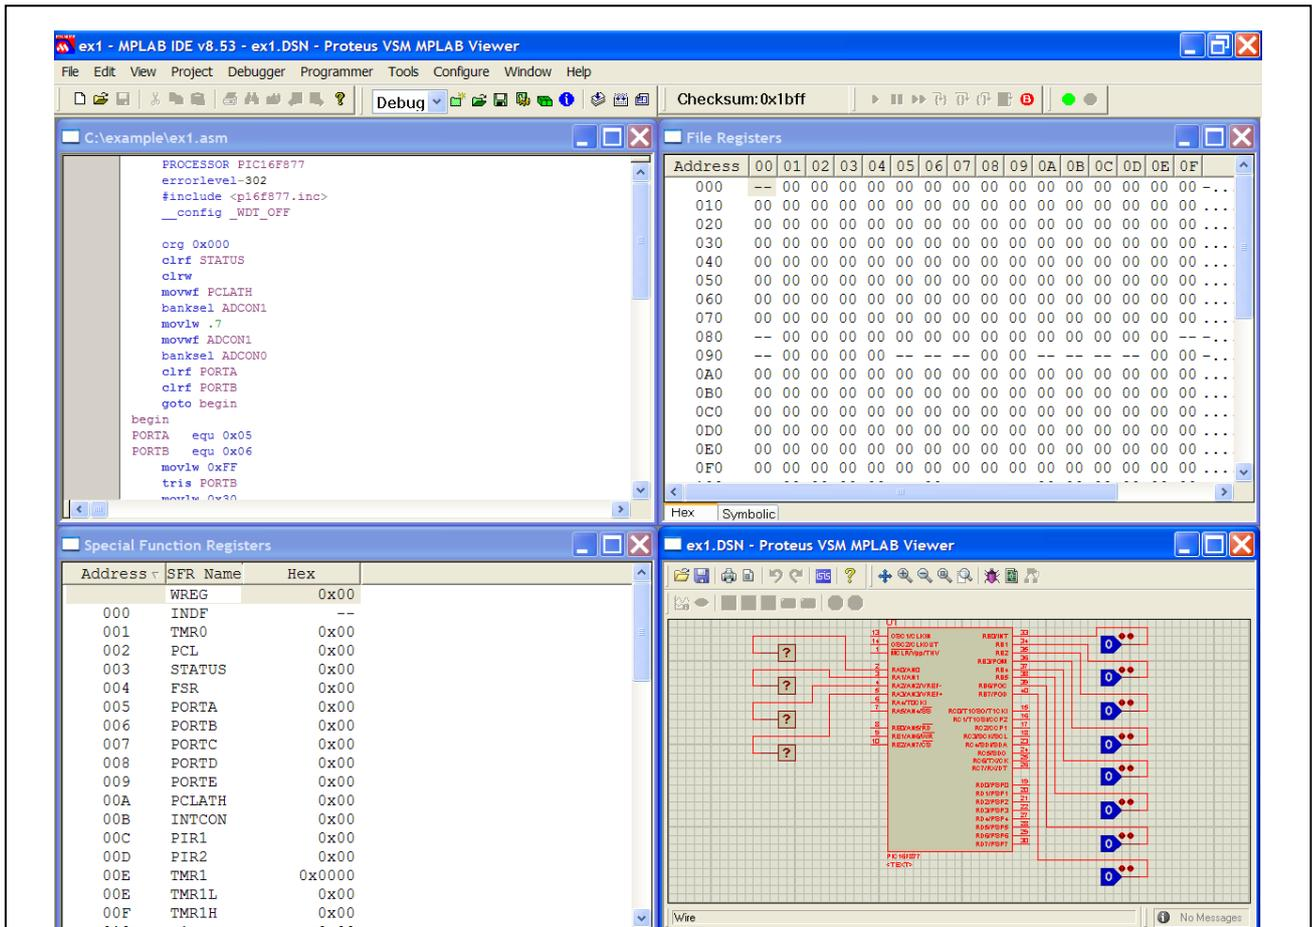

Рис. 18 Вид среды MPLAB, подготовленной для отладки ПО контроллера 16C52, с подключенным окном среды Proteus
4. **Откройте дополнительные окна для просмотра содержимого регистров контроллера.** Для этого выберите пункт «View»→«File Registers» для регистров общего назначения и пункт «View»→«Special Functions Registers» для специальных регистров. Упорядочьте их на экране, выбрав пункт «Window»→«Tile Vertically» (Рис. 18), закрыв лишние окна.